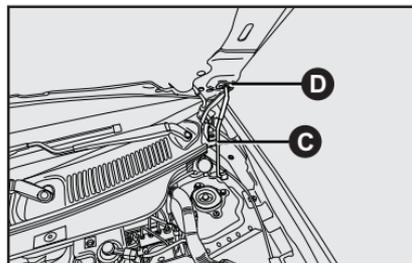

fig. 94
3) Levante el capó por la parte central y al mismo tiempo, suelte la varilla de fijación **C-fig. 94** de su dispositivo de bloqueo;
4) Introduzca el extremo de la varilla **C** en el alojamiento **D** del capó **fig. 94**.
- 1) Manténgalo levantado con una mano y con la otra quite la varilla C-fig. 94 del alojamiento D y colóquela en su dispositivo de bloqueo;